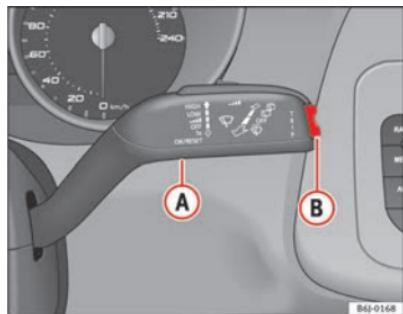

Fig. 33 Palanca del limpiacristales: tecla A y tecla basculante B
- Con el encendido conectado, pulse brevemente la tecla ⇒ fig. 33 A de la palanca del limpiacristales para cambiar de una memoria a otra.